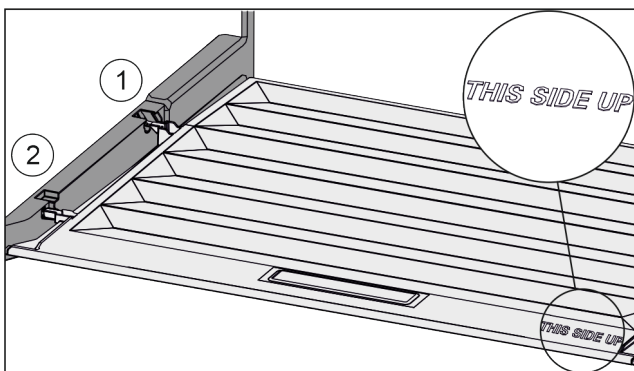

Fig. 55
- ▶ Dekselranden via de opening van de achterste houder Fig. 55 (1) aanbrengen en van voren in de houder Fig. 55 (2) klikken.